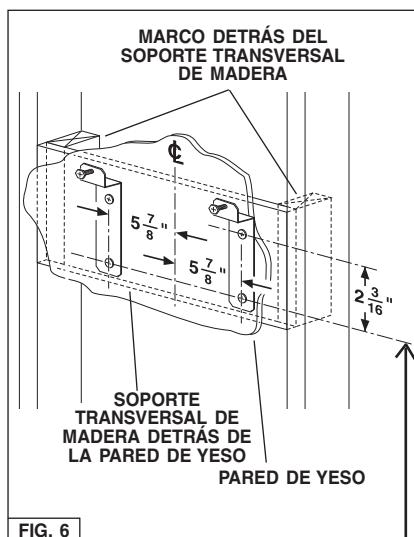

FIG. 6
- Construya un **marco** de madera para la pared que esté nivelado con la superficie interior de los puntales de la pared. Fig. 6.